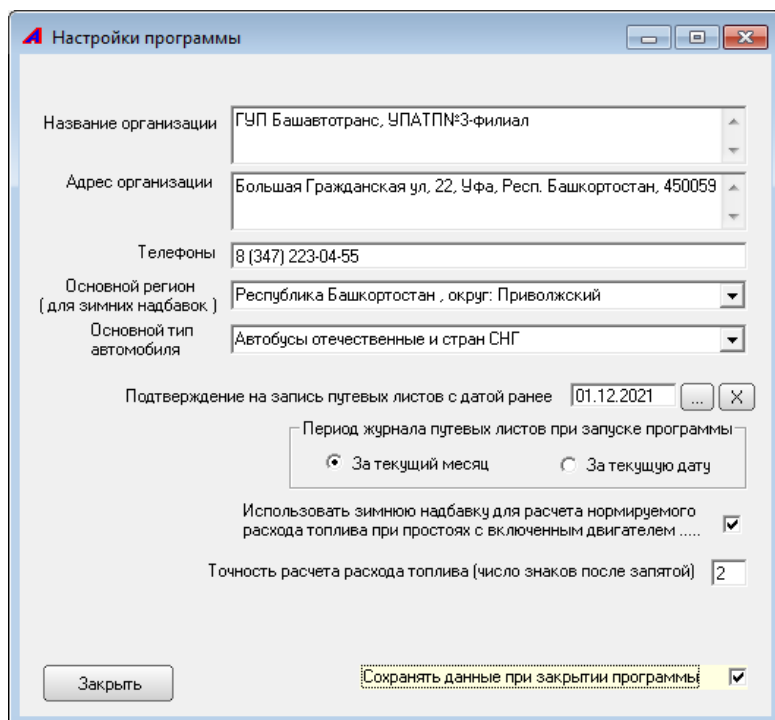

Рисунок 1.3 – Основные настройки программы
3) Провести первоначальную настройку программы (пункт меню «Сервис», пункты «Основные настройки программы») (см. рисунок 1.3).